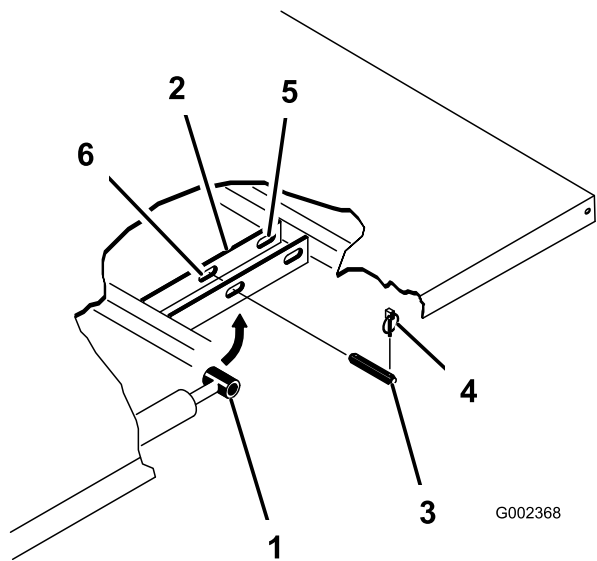

Figura 30
3. Retire las chavetas de los extremos exteriores de los pasadores de las varillas de los cilindros (Figura 30).
4. Retire los pasadores que fijan las rótulas de las varillas de los cilindros a las chapas de montaje de la plataforma empujando los pasadores hacia dentro (Figura 30).
5. Retire los pasadores de seguridad y los pasadores que fijan las placas de giro al bastidor (Figura 30).